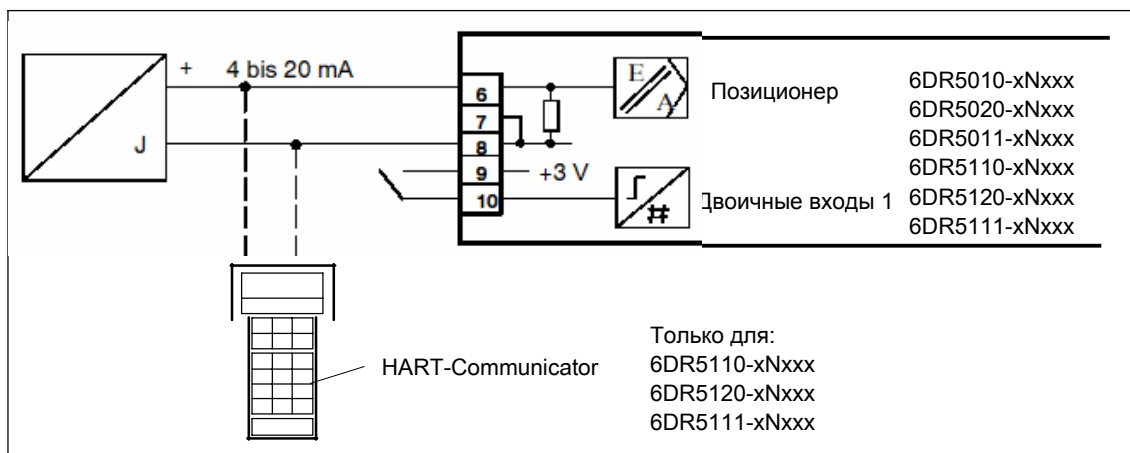
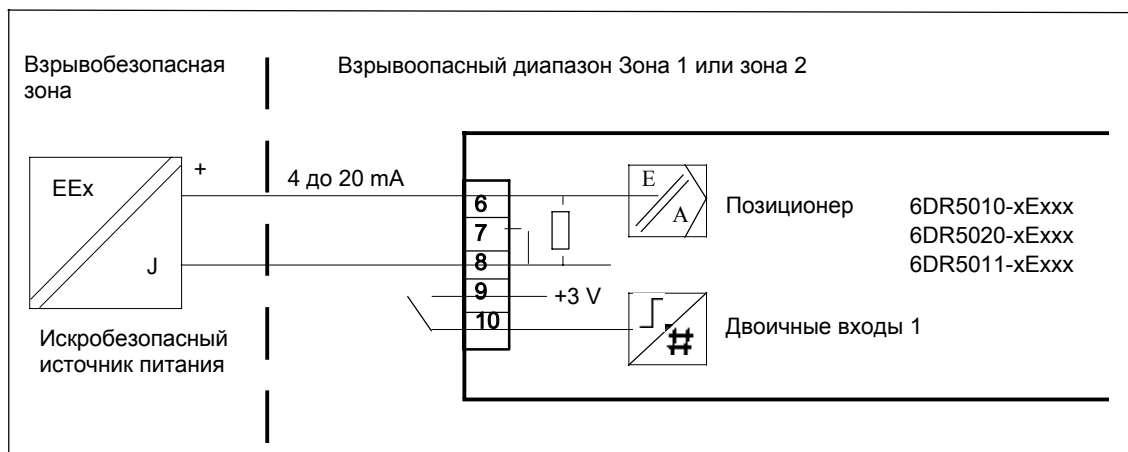

Рис. 3-12 Двухпроводное соединение без Ex
Рис. 3-13 Двухпроводное соединение основного прибора 6DR50xx-xExxx (вспомогательная энергия из сигнального тока)
4. Подсоединить подходящий источник тока или напряжения (см. рис. 3-12 стр. 49 и рис. 3-13, стр. 50).